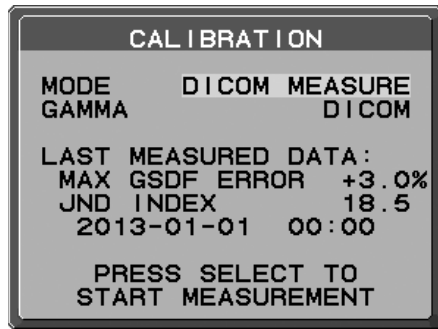

Figure D.1
2. Utilisez les touches « GAUCHE » et « DROITE » pour sélectionner la MESURE DICOM pour le MODE de sélection (**Figure D.1**).